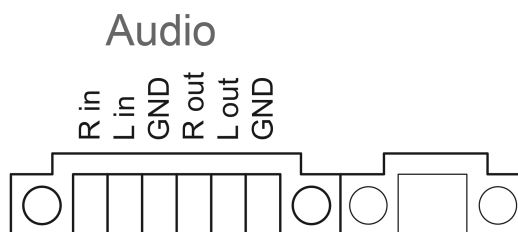

рисунок 6: Распределение контактов для аудиоподключений
- Подключить аудио-приборы к клемме (13)(рисунок 6).